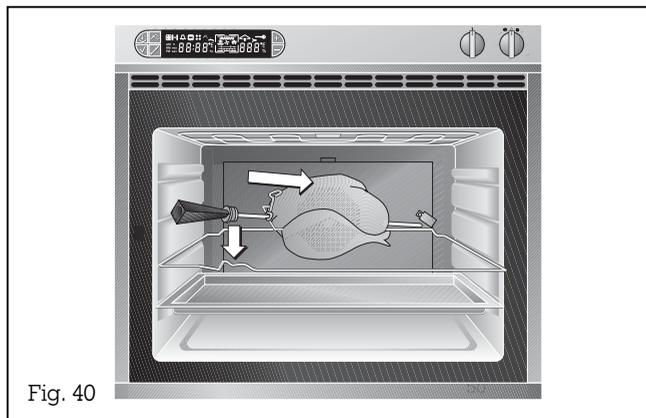

Fig. 40
- Enfoncez la broche dans le moteur (fig. 40). Dévissez la poignée de la broche et refermez la porte du four.